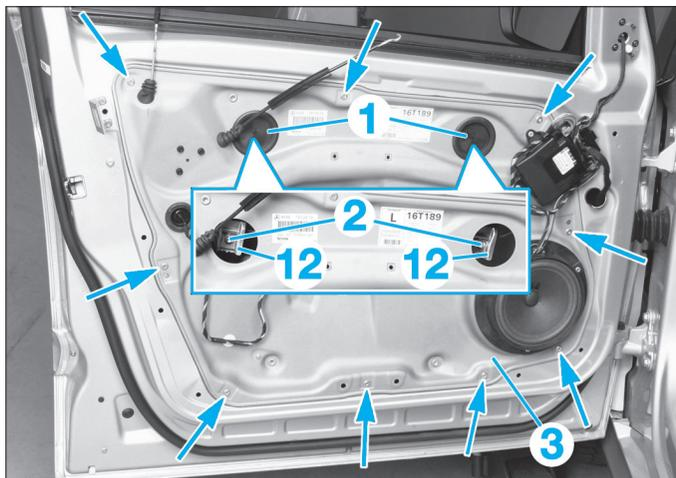

FIG. 43
- Déposer les bouchons (1) (**Fig.43**).
- Fraiser les rivets (flèches) (Fig.43).
- Déposer la platine-support (3) avec le mécanisme de lève-vitre.
- avant de serrer les vis (2), pousser la vitre vers l'arrière jusqu'en butée dans le profilé arrière d'étanchéité de vitre. Il faut que la vitre repose complètement dans les fixations (12) du lève-vitre (Fig.43).